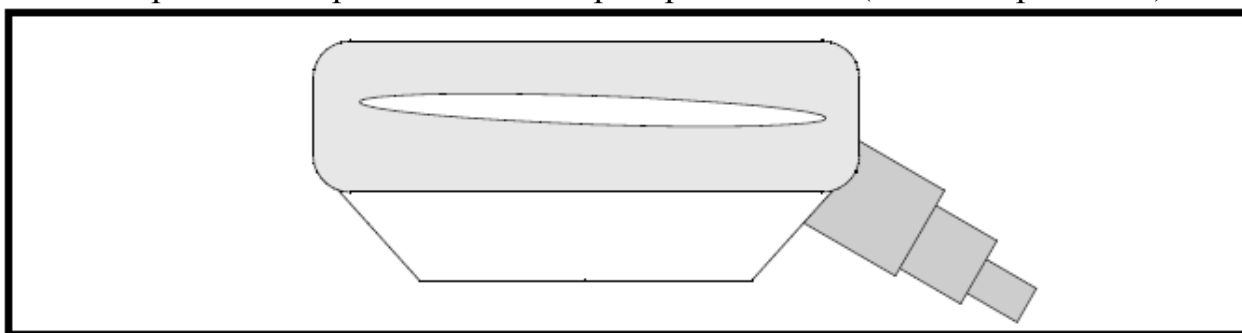

Рис. 3-22: Покрытие на торце преобразователя
2. Нанесите акустическое покрытие CPL-16 шириной 6 мм (0,25 дюйма) по всей длине рабочего торца каждого из преобразователей (см. ниже рис. 3-22).